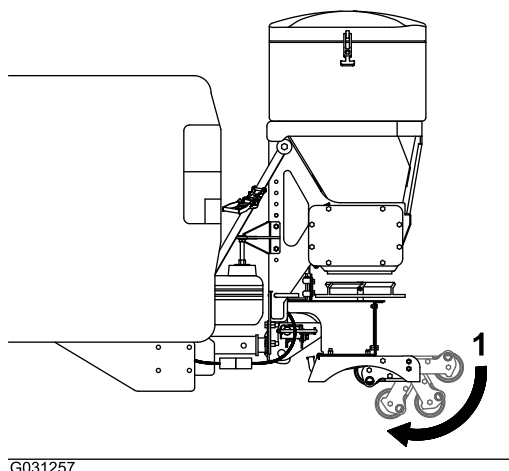

Figura23
8. Călcați pe roțile ansamblului piciorului pentru a le pivota și așezați-le sub ansamblul piciorului (Figura23).